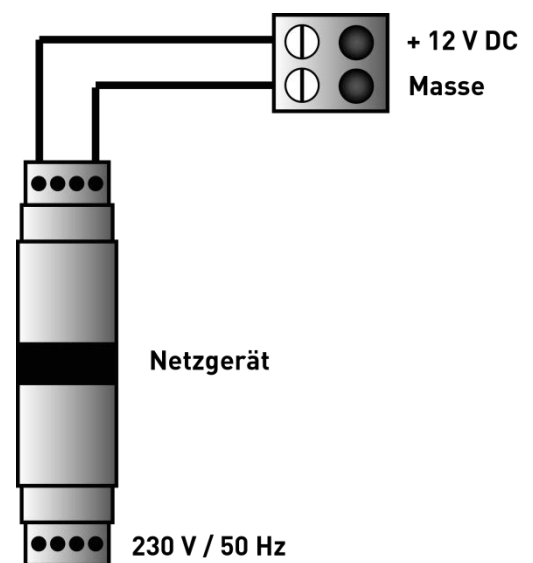

Abb. 11: Lokale Stromversorgung
- Wenn keine Stromversorgung über Ethernet zur Verfügung steht, kann ein externes Netzteil zur Stromversorgung angeschlossen werden (Abb. 11).